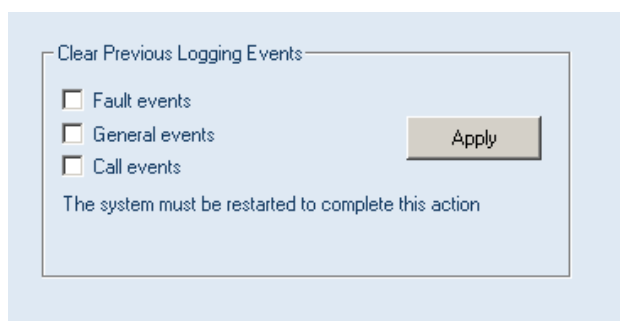

Abbildung 36.10: Protokoll löschen
- 1 Klicken Sie in der Navigationsleiste auf die Schaltfläche *Clear logging*. Es wird ein Bildschirm angezeigt, der Abbildung 36.10 ähnelt.